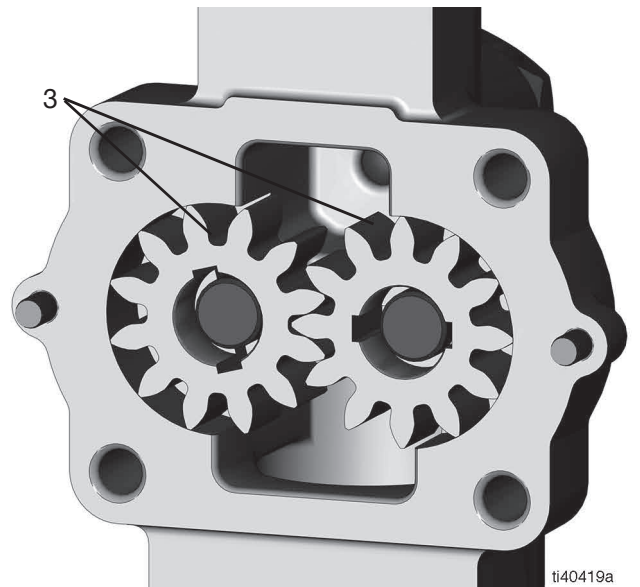

図 10
10. 両方のポンプギア (3) を外します (図 10 を参照)。
11. 損傷や過剰な摩耗のために、ポンプの空洞とギア (3) を点検します。損傷または摩耗がある場合には、ポンプハウジングアセンブリを交換します。そうしたものが見当たらない場合、ポンプの空洞とギアを清掃してください (3) (図 10 を参照)。
1. ポンプの空洞にポンプギア (3) を配置し、自由に回転することを確認します (図 10 を参照)。